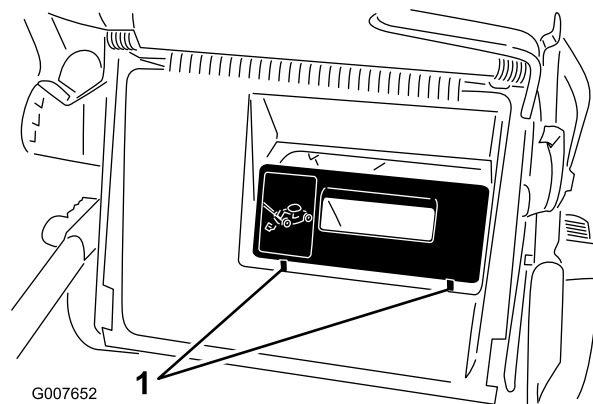

Figura 24
**Importante:** Verificate che il coperchio di scarico posteriore sia posizionato correttamente. Sollevate il deflettore di scarico e individuate le 2 linguette situate davanti al coperchio di scarico (Figura 24). Se non le trovate, spingete con forza il coperchio fino a bloccarlo in posizione.